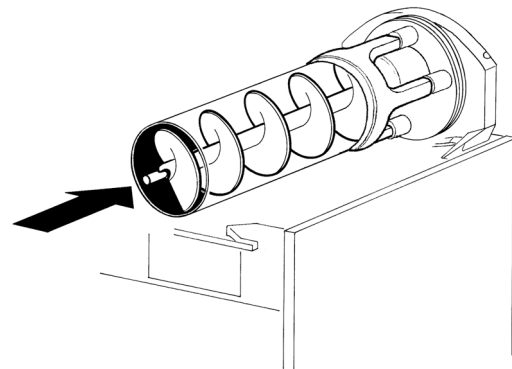

figura 12
**5** Inserire l'elica interna nell'evaporatore facendo attenzione ad accompagnarla fino in fondo ed evitando di farle urtare la parete posteriore (vedere figura 12).